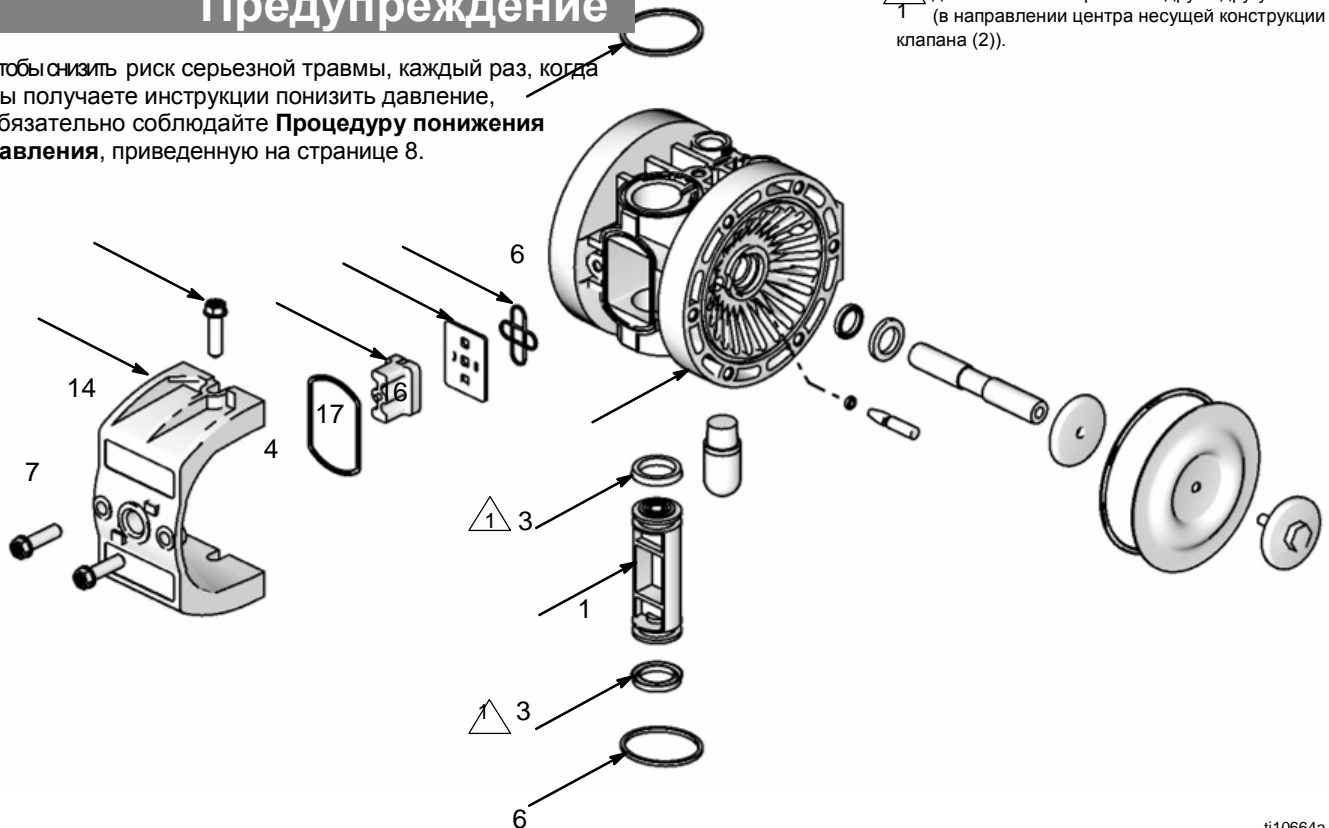

Рис. 5
Сервисное обслуживание клапана выполняется следующим образом. См. Рис. 5.
2. Выкрутите четыре винта (14), которыми крепится крышка клапана (7) на центральном корпусе (1).
3. Снимите блок клапана (4) и несущую конструкцию клапана (2), и замените уплотнения П-образного сечения (3). Замените несущую конструкцию и блок клапана. Заменяя несущую конструкцию клапана, установите его в крайнее положение с одной или с другой стороны.
**ПРИМЕЧАНИЕ:** Блок клапана, показанный на Рис. 5, предназначен для насосов с пневматическим двигателем с пневматическим приводом. Если Ваш насос снабжен электромагнитным пневмодвигателем, то к нему это не имеет отношения. В пунктах 2, 3, 4, 16 и 17 нет необходимости.
5. Чтобы перемонтировать крышку клапана (7), оттяните крышку настолько, чтобы не повредить уплотнения в виде колец квадратного сечения (6) и задвиньте крышку (7) в центральную секцию.
6. Вкрутите винты (14) и затяните из до 40–50 дюймо-фунтов (4,5–5,0 Н•м). См. **Последовательность затяжки** на странице 19